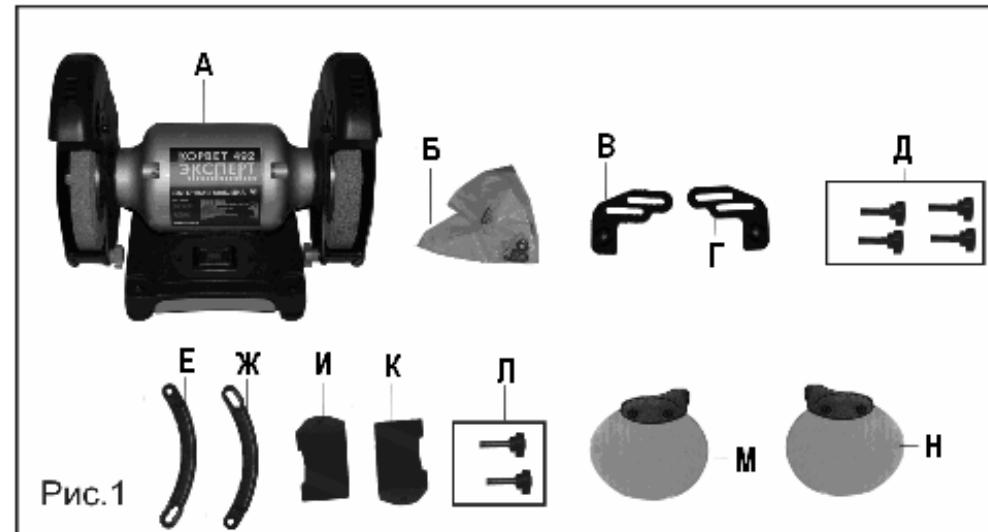

Рис.1
5. КОМПЛЕКТНОСТЬ (Рис.1)
В комплект поставки входит (Рис.1):
Примечание: Устанавливая винты 3,13,10, используйте по одной на каждый из винтов плоскую и пружинную шайбы из комплекта шайб 2 (Рис.1). Пружинную шайбу необходимо устанавливать под головкой винта, а плоскую за ней.
9.3. Винтом (Л), Рис.1, предварительно закрепите защитный экран 9 на держателе 12.